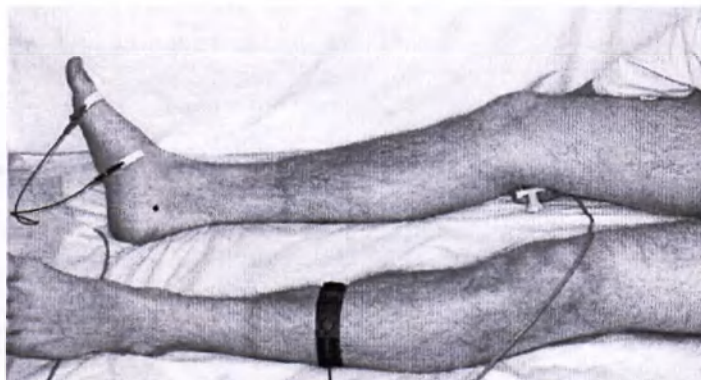

Рис. 97. Стимуляция в подколенной ямке
- Проведите стимуляцию на уровне подколенной ямки. Проводить стимуляцию можно в положении пациента лежа на спине или лежа на животе. Катод накладывают точно посередине подколенной ямки, в проекции пульсации подколенной артерии (рис. 97).